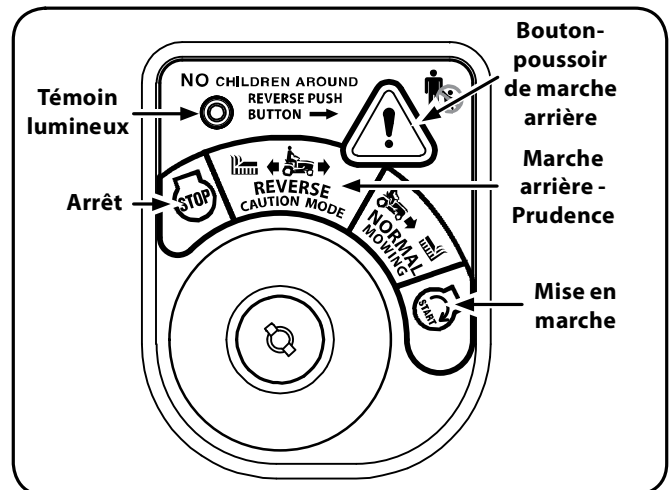

Figure 5-2
2. Déplacez la clé de la position « NORMAL MOWING » (Verte) (Tonte normale) à la position « REVERSE CAUTION MODE » (Jaune) (Marche arrière - Prudence). Voir la Figure 5-2.
3. Appuyez sur le BOUTON-POUSOIR DE MARCHÉ ARRIÈRE (Bouton triangulaire orange) dans le coin supérieur droit du module d'allumage. Le témoin lumineux rouge dans le coin supérieur gauche s'allume quand la marche arrière est embrayée. Voir la Figure 5-2.